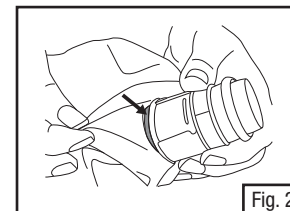

Fig. 2
**Nota: Antes** de instalar el arnés S-950 revíselo y localice la ranura ubicada entre sello del ducto de aire (empaque) y el mecanismo de ajuste de flujo de aire color azul. Debe jalar la tela de la capucha hasta el borde de la entrada de aire y colocarla en la ranura (Fig. 2).
Jale la entrada de aire a través de la abertura en la parte posterior de la capucha. Debe jalar la tela pasando el borde de la entrada de aire, debajo del mecanismo azul para ajuste de flujo de aire, y colocarla en la ranura justo arriba del sello del ducto de aire (empaque) (Fig. 2).